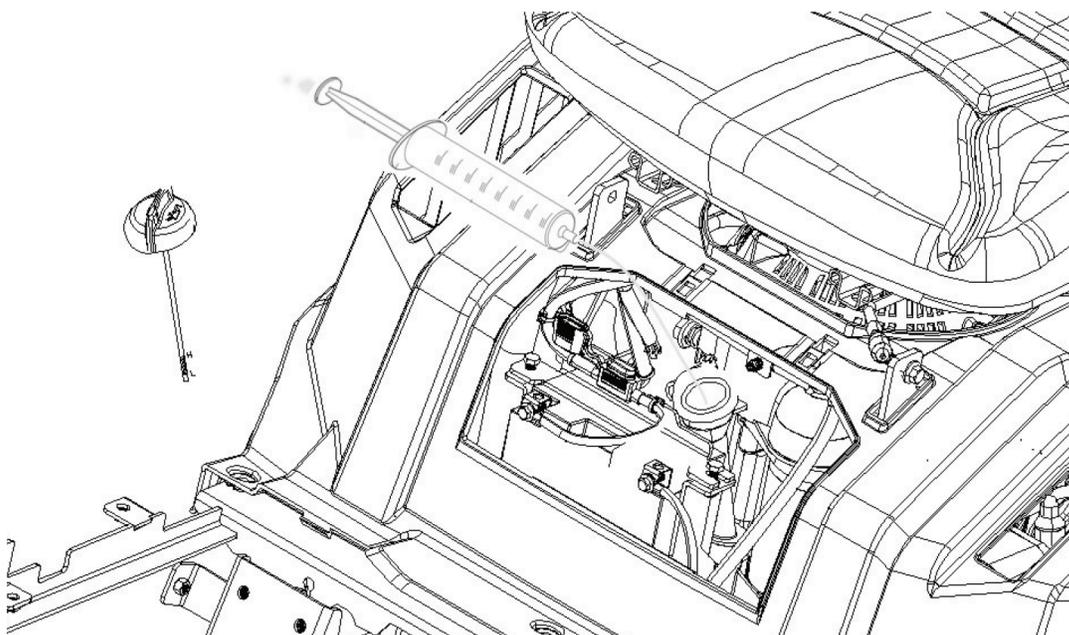

Рис. 19
2. Вставьте шланг шприца в маслозаливную горловину и используйте шприц для откачки масла из картера. Использованное масло сливайте в специально подготовленную ёмкость для его последующей утилизации. Повторяйте откачивание до полного удаления масла (рис. 19).